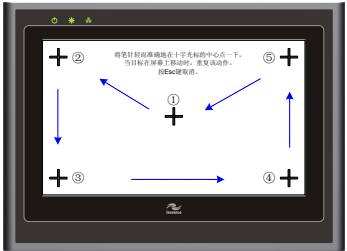

图7 校准操作过程示意图
按图7所示，把汇川PLC与HMI进行连接（汇川HMI接口端为DB9母座，自制线端口为公头）。
- ◆ 进入校准模式后，屏幕中间出现一个“+”（如图7所示）。